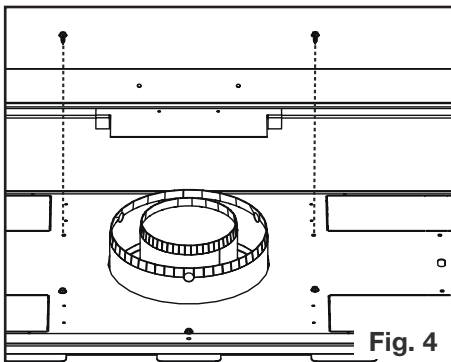

Fig. 4
4. Dévissez les attaches comme indiqué sur la Figure 4. NE PAS DÉBRANCHER LES FIXATIONS